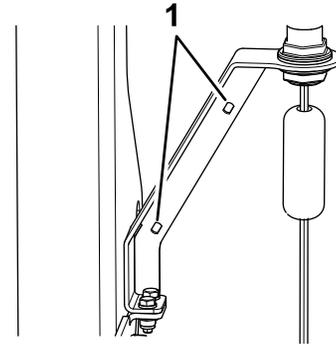

Figure 15
9. Insérez un serre-câble dans chacun des 2 trous de la patte de fixation du gyrophare (Figure 15) et attachez le câble.